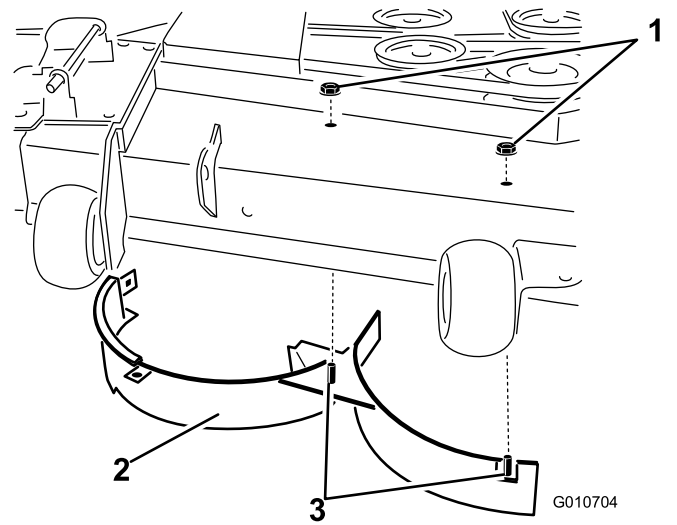

Figure 36
- Retirez les 2 contre-écrous (5/16 po) qui fixent les montants soudés du déflecteur droit sur le dessus du plateau de coupe, au centre et à droite du centre (Figure 36).
- Retirez le boulon de carrosserie et le contre-écrou qui fixent le déflecteur droit au sommet du plateau de coupe puis déposez le déflecteur (Figure 36).